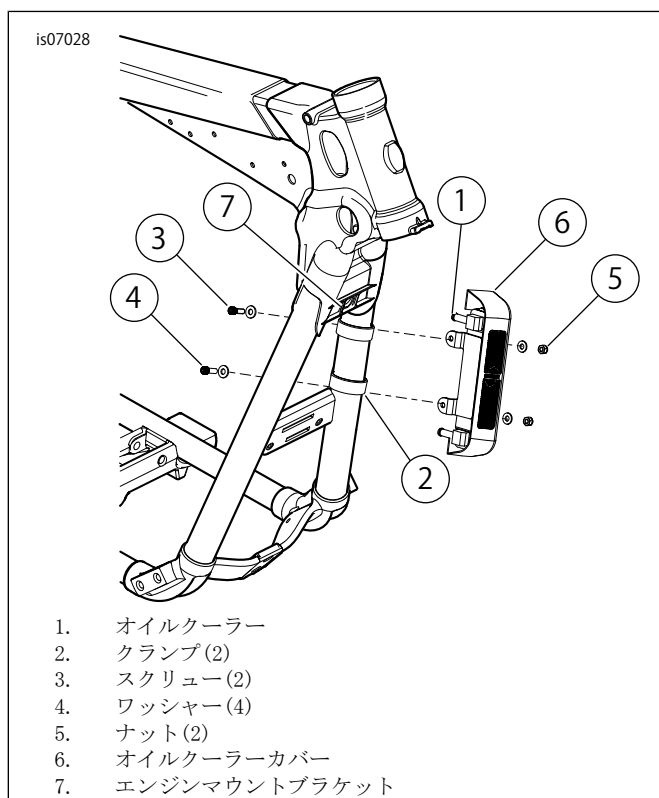

図2. オイルクーラーアッセンブリーの取り付け
1. 図2を参照してください。オイルクーラー(1)を2つのクランプ(2)、2本のソケットヘッドスクリュー(3)、4つのワッシャー(4)、および2つのナット(5)で左側のダウンチューブに取り付けます。クランプの平らな側を外向きに調整し、アッパーブラケットをエンジンマウントブラケットの底部(7)から31.8 mm (1 1/2 in)の位置に配置します。スクリューを10.2-13.5 N·m (90-119 in-lbs)のトルク値で締め付けます。